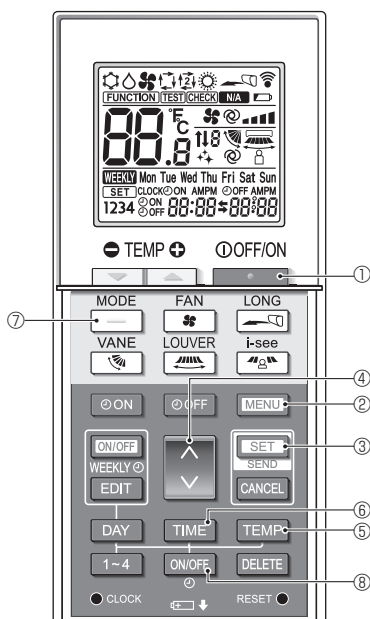

Fig. 7-9
2. Нажмите кнопку **MENU** 2. Отобразится экран настройки Function (Настройка функций) и будет мигать числовое значение функции A. (Fig. 7-9) Нажмите кнопку \uparrow 4, чтобы изменить числовое значение функции.